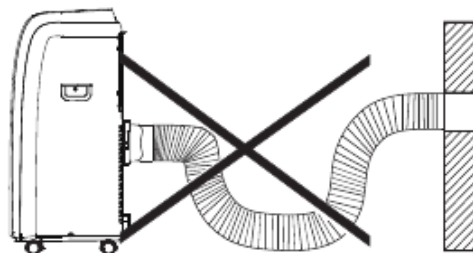

Рис. 2
2) Установить кондиционер рядом с окном. Отрегулируйте длину шланга, чтобы добраться до окна. При установке вытяжного шланга убедитесь, что шланг не пережат и не перетянут (Рис. 2).